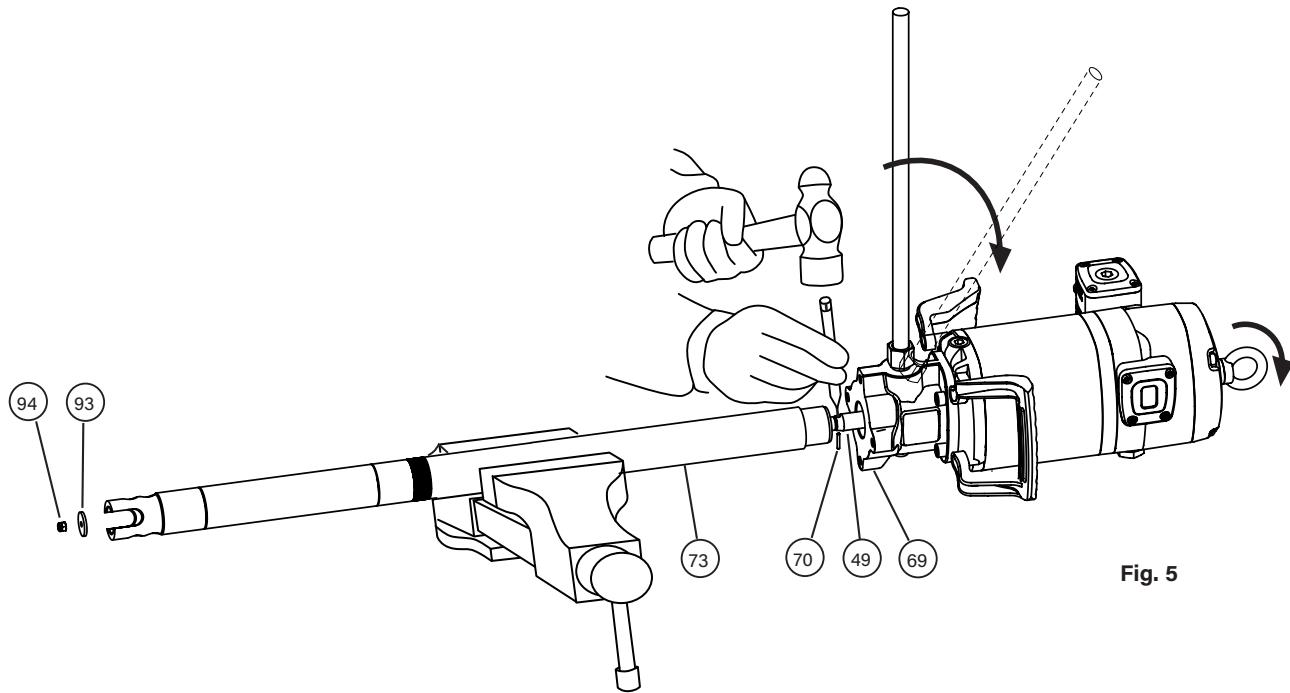

Fig. 5
- Fix the pump in a vise in horizontal position (fig. 5). Gently tap the upper tube with a hammer (73) close to the body (69) in order to break the thread locker.
- Unscrew the nut (94) and remove the primer (93).
- Once unscrewed, pull the motor away until the elastic pin (70) in the rod (49) becomes visible. With a hammer and a suitable pin punch, eject the pin (70). The motor becomes loose.
- Fije la bomba en posición horizontal en una mordaza (fig. 5). Dé unos golpes con un martillo en el tubo superior (73), cerca de la unión con el cuerpo (69) para romper el sellador de rosca.
- Desenrosque la tuerca de cebador (94) y desmonte éste (93).
- Una vez desenroscado, tire del motor hasta ver el pasador (70) del vástago (49). Con un martillo y un botador, sacar el pasador (70). El motor queda suelto.